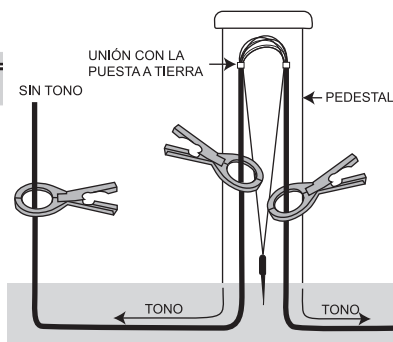

Fig. 10. Puntos de acoplamiento
Aplicar el acoplador arriba de la unión “bloqueará” eficazmente el tono evitando que se transmita más allá del punto de puesta a tierra. (Consulte la Fig. 10) Al colocar la pinza estratégicamente en la dirección del transmisor, se puede controlar el tono.
3. **Acoplamiento cerca del final:** Para proporcionar un tono desde el final de un cable, se debe unir o conectar a tierra el extremo del cable. (Consulte la Fig. 10)